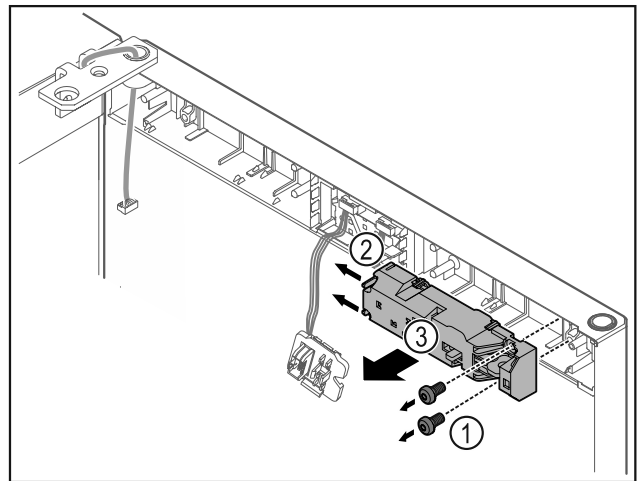

Fig. 23
- ▶ Fjern skruene Fig. 23 (1).
- ▶ Press låsetappene Fig. 23 (2) til side og ta av fjernlåsen Fig. 23 (3).